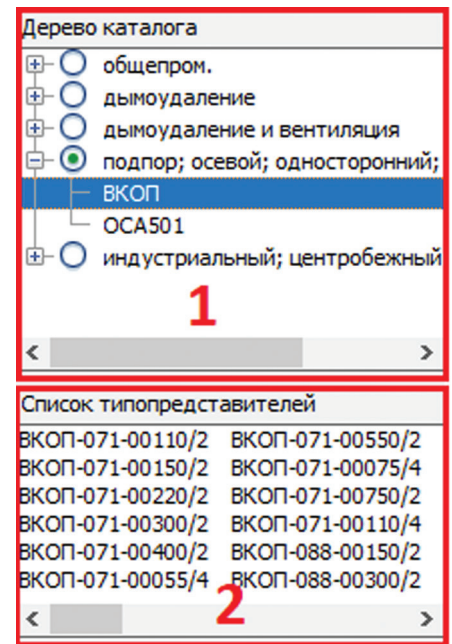

Рис. 2
2. Номенклатурная панель (Рис. 2) состоит из двух элементов управления: 1 – дерево типов вентиляторов и 2 – список типопредставителей выбранного типа вентиляторов.